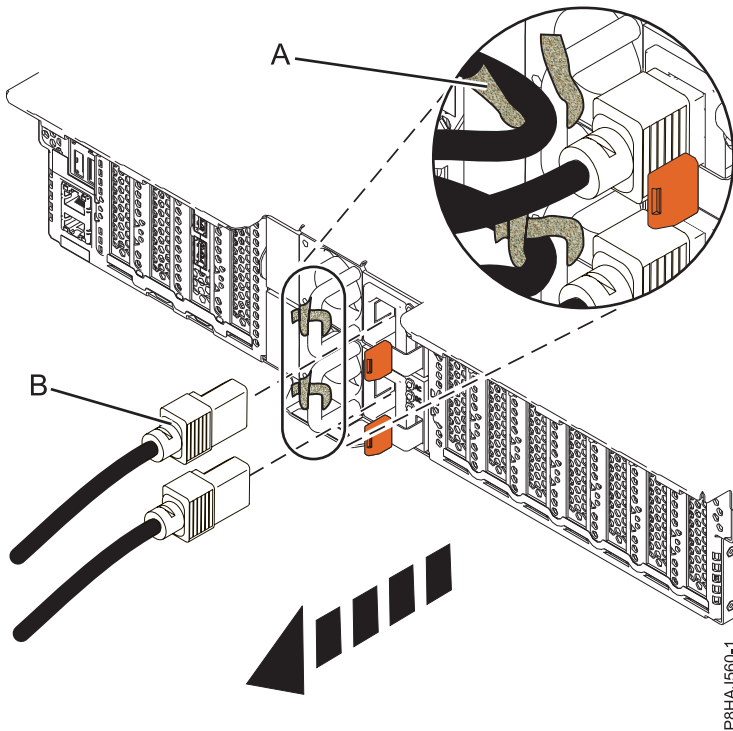
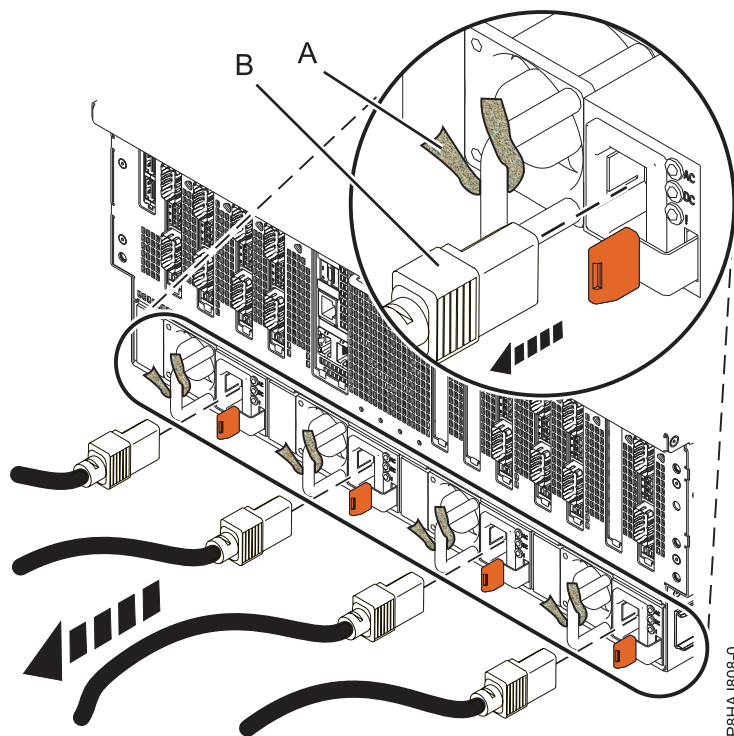

Abbildung 31. Netzkabel bei einem System vom Typ 5148-21L, 5148-22L, 8247-21L, 8247-22L, 8284-21A oder 8284-22A abziehen
Abbildung 32. Netzkabel bei einem System vom Typ 8408-44E oder 8408-E8E abziehen
3. Ziehen Sie die Netzkabel (**B**) von der Systemeinheit ab. Siehe Abbildung Abb. 30 auf Seite 52, Abb. 31 auf Seite 52 oder Abb. 32 auf Seite 53 (abhängig von Ihrem Systemtyp).